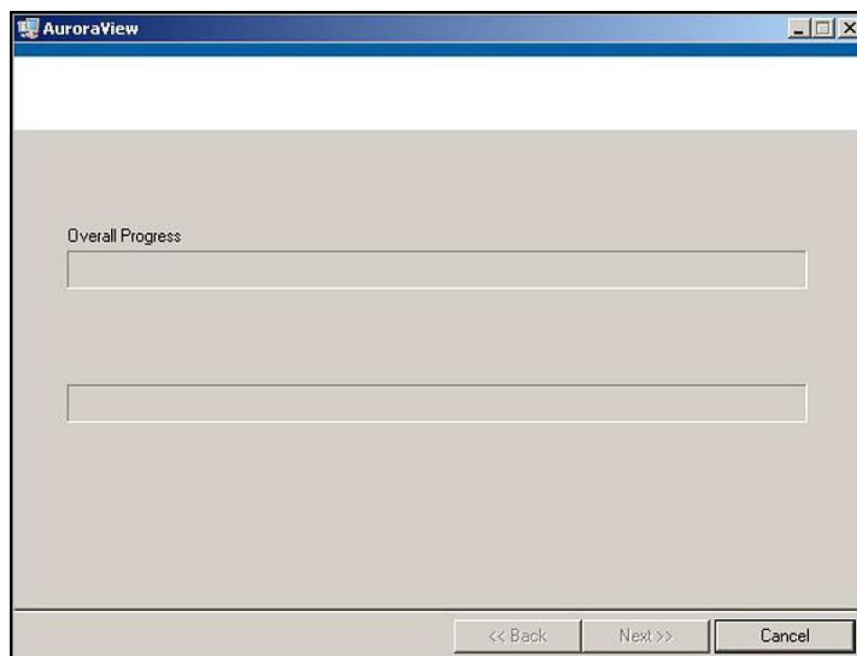

図 26 : インストールの進捗
8. インストール中は、下の図 26 に示す画面が表示されます。